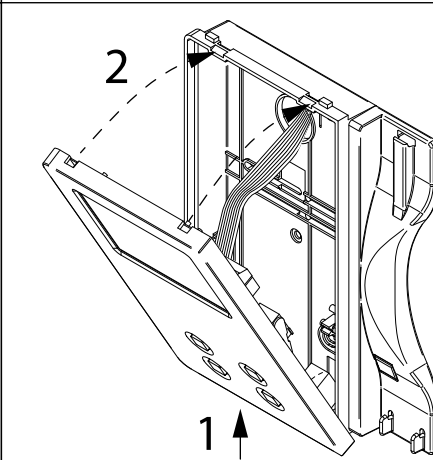
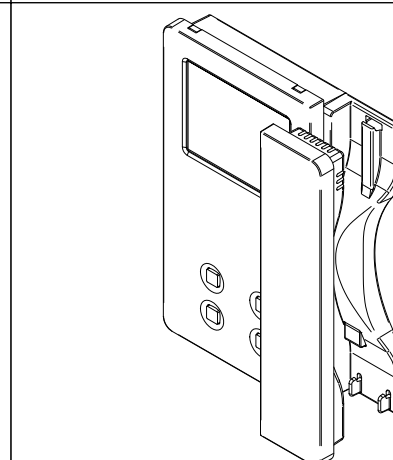

Fig. 5
Fig. 6
4. Avant d'installer le support des modules, accrocher à ce dernier les modules **G** comme illustré sur la Fig. 5 et insérer pour chaque module, comme illustré sur la Fig. 6, les butées anti-effraction **W** (effectuer la même opération pour le deuxième support modules) ;
5. Lorsque l'installation est testée et que les réglages nécessaires sont effectués, débrancher le combiné du couvercle et procéder à la fermeture de l'interphone vidéo comme illustré sur la **Fig. 5**: l'accrocher d'abord sur la partie inférieure ensuite sur la partie supérieure jusqu'au déclic de l'encastrement.
6. Rebrancher le combiné et l'accrocher comme illustré sur la **Fig. 6**.